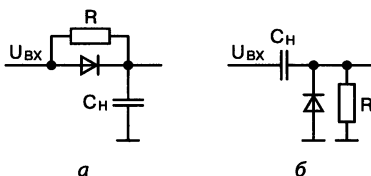

**Рис. 6.2.** Смещающий ток улучшает детектирование, но снижает входное сопротивление
**Радиолюбитель:** *Я понял: пропускание начального тока (рис. 6.2) выводит вентиль на участок с меньшим сопротивлением.*
выпрямленного тока, не меньшую, чем значение смещающего тока (например, 25 мкА в схеме на рис. 6.2).